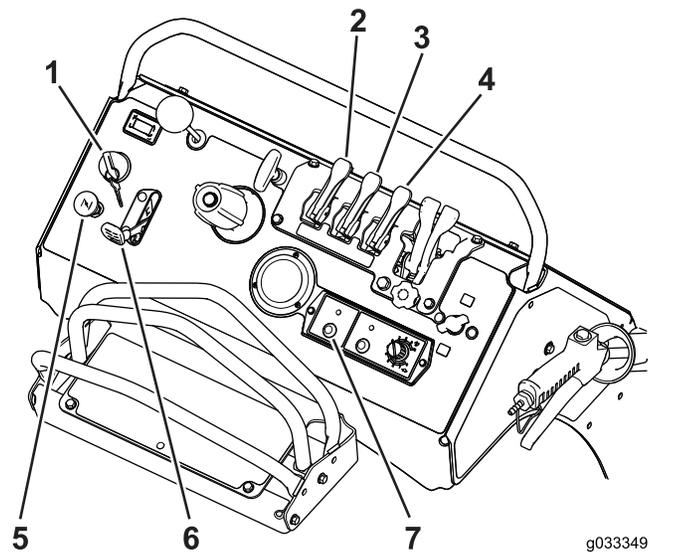

Figure 50
3. Serrez le frein de stationnement, amenez le levier de commande de direction/déplacement à la position POINT MORT et démarrez le moteur (Figure 50); voir Démarrage du moteur \(page 24\).
4. Placez la commande de pompe à la position MARCHE et réglez la commande d'accélérateur à la position HAUT RÉGIME (Figure 50).
5. Placez le levier d'agitation de la cuve en position MARCHE (Figure 50).
1. Tirez en arrière les leviers de pulvérisation étroite et large à la position MARCHE (Figure 50). Les buses vont alors commencer à pulvériser.
6. Déplacez les leviers de pulvérisation vers l'avant à la position ARRÊT, amenez la commande de pompe à la position d'ARRÊT et coupez le moteur (Figure 50).